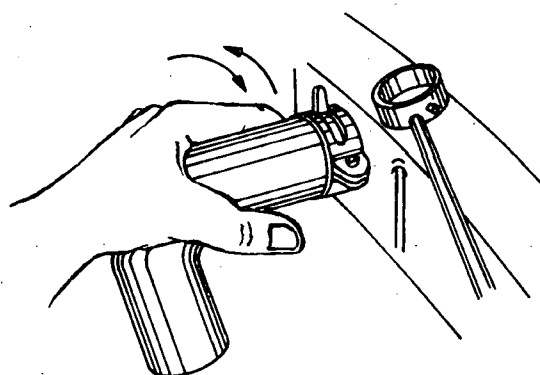

Fig. 4
- b Retire, puxando e girando as mangueiras (fig. 4).